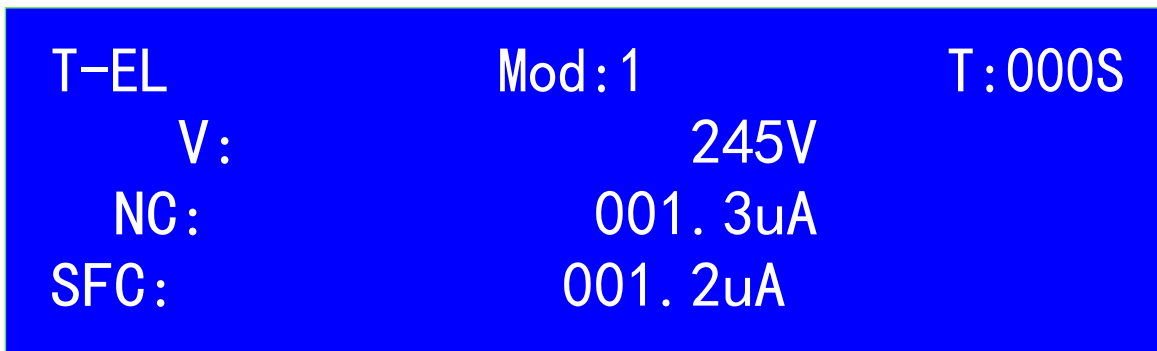

图9
- 3、按“启动”键，先调节调压器将电压调至规定值，仪器会自动各种组合的测试。如图9所示。一次测试完成后按“START”键重新开始测试。若遇不合格仪器会发出声光报警，停止测试，按“STOP”可清除。